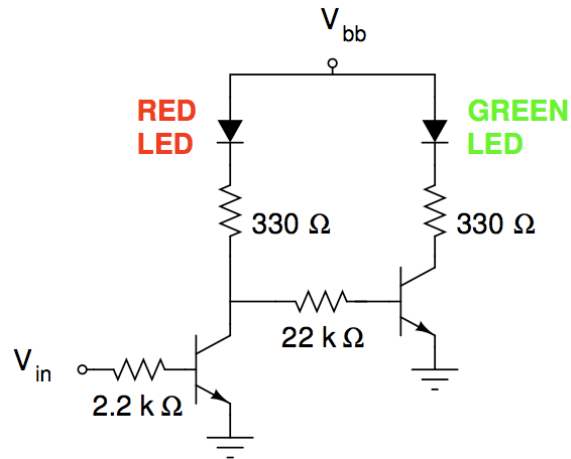

FIGURE 6 – Porte logique "not".
1. Faites le montage de la figure 6 avec $V_{bb} = 10\text{ V}$ et $V_{in} = 0$ ("off") ou 10 V ("on").